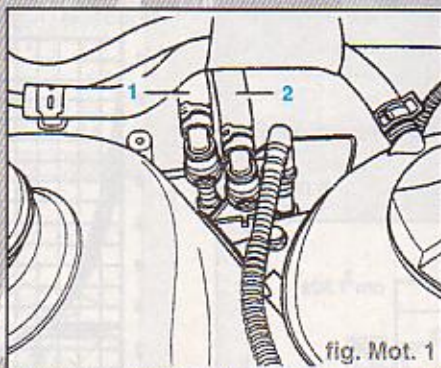

fig. Mot. 1
- Débrancher maintenant les conduites d'alimentation et de retour de carburant -1- et -2- (enfoncer la touche de déverrouillage) (fig. Mot. 1).